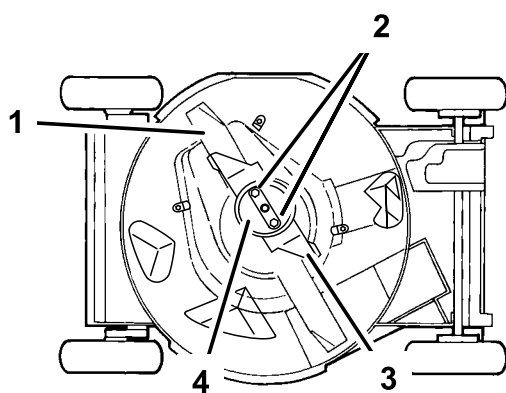

Figure 33
4. Basculez la tondeuse sur le côté **droit** (Figure 33).
Tenez la lame à son extrémité avec un chiffon ou un gant épais. Enlevez les écrous de la lame, la coupelle de protection, l'accélérateur et la lame (Figure 33).
5. Enlevez les 2 écrous de la lame, la coupelle de protection, l'accélérateur et la lame (Figure 33).